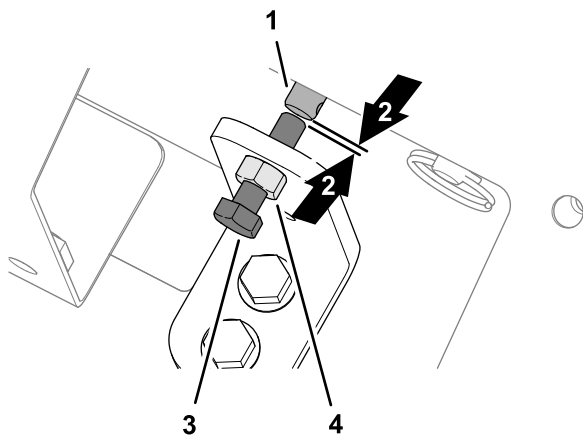

Рисунок 34
1. Ослабьте контргайку на кронштейне для перехода на ручное управление (Рисунок 34).
2. Поверните винт с шестигранной головкой, предназначенный для ручного управления клапаном, против часовой стрелки так, чтобы появился небольшой зазор между концом винта и концом штока электромагнита управления скоростью движения транспортером (Рисунок 34).
3. Затяните контргайку (Рисунок 34).